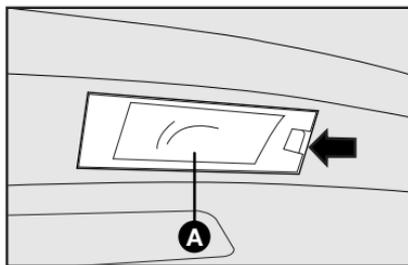

fig. 61
1) quitar las lentes **A-fig. 61**, utilizando un destornillador en el punto indicado;